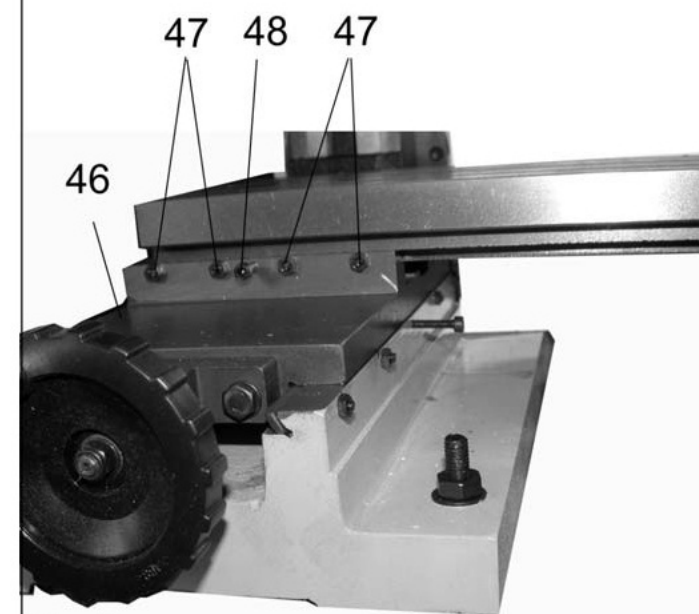

Рис. 6
10.1.8. Зафиксируйте положение рабочего стола (23) поворотом по часовой стрелке болта фиксации поперечного перемещения рабочего стола (48), Рис. 6.